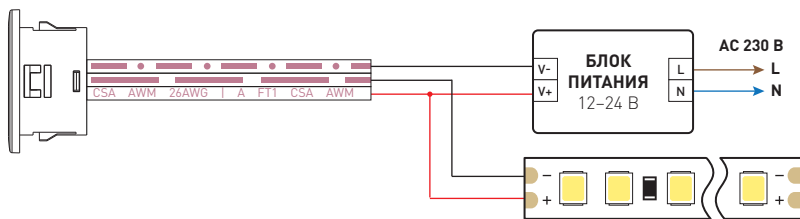

Рис. 2. Схема подключения датчика
- 3.2. Подключите и установите датчик движения в соответствии со схемами на рис. 2 и 3.